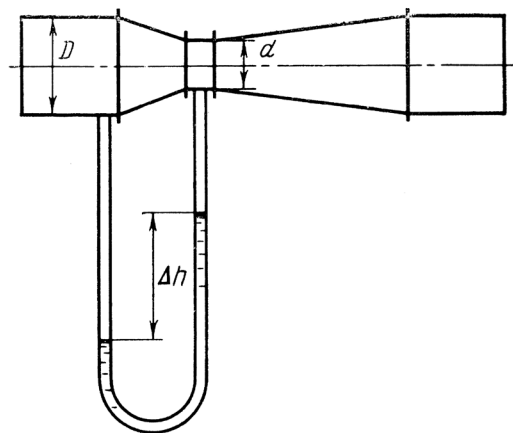

Рисунок 8.3
8.2.6 Для визначення витрати води встановлений водомір Вентурі таких геометричних розмірів: $D = 50$ мм, $d = 30$ мм (рис. 8.3). Визначити витрату води, якщо різниця рівнів ртуті в U-подібному диференціальному манометрі $\Delta h = 400$ мм.